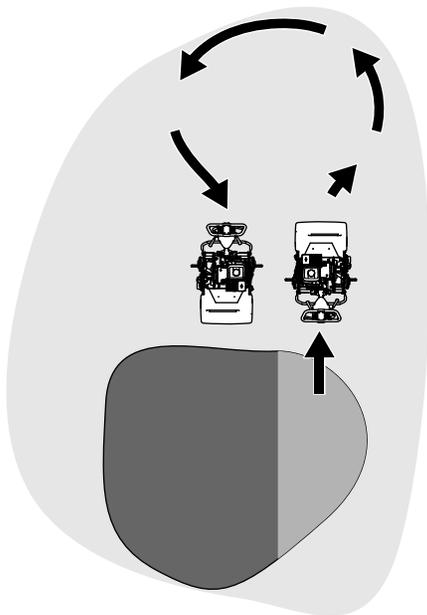

図 19
- ターンをする時はグリーンの外で、リールを浮かせてハンドルを押し下げて、雨だれ形を描くように行います 図 19。
1. トランスミッションギアボックスにある接続レバーを探し出す **図 19**。